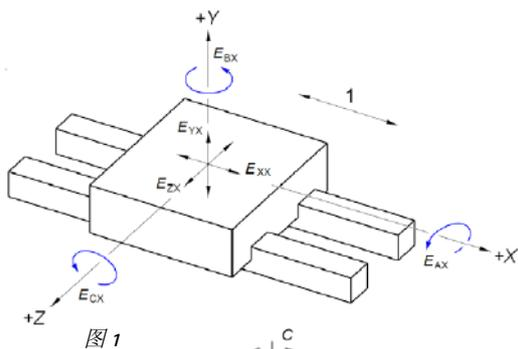

图 1
- 每个线性轴拥有 6 个误差运动（线性定位误差、垂直和水平直线误差运动及三个角误差运动——滚动、螺距和偏摆）。直线度偏差对机床路径精度产生直接影响，细微的角误差可能对刀具中心点造成显著影响（图 1）。